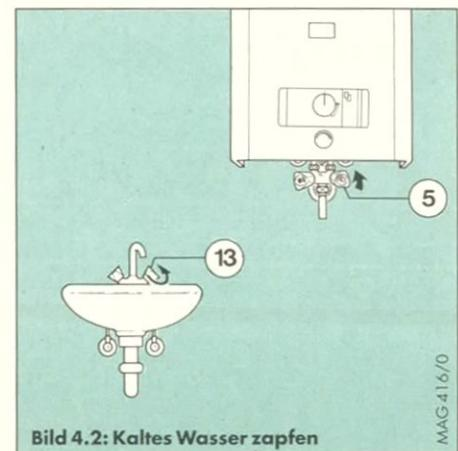

Bild 4.2: Kaltes Wasser zapfen
4.2 Kaltes Wasser zapfen oder beimischen (Bild 4.2)